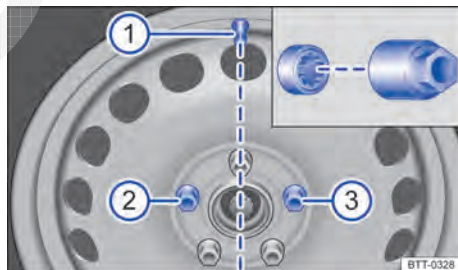

Fig. 257 Troca de roda: Válvula do pneu ① e locais de instalação do parafuso de roda antifurto ② ou ③.
Antes de colocar a calota integral, o parafuso de roda antifurto deve ser aparafusado na posição ⇒ Fig. 257 ② ou ⇒ Fig. 257 ③. Do contrário, a calota integral não pode ser montada.
A calota integral da roda deve ser pressionada sobre o aro de tal modo que o recorte da válvula se posicione sobre a válvula do pneu ⇒ Fig. 257 ①. Ao colocar a calota integral, atentar para que se encaixe com segurança em toda a circunferência. <
O parafuso de roda antifurto deve estar aparafusado em uma roda com calota integral na posição ⇒ Fig. 257 ② ou ③. Do contrário, a calota integral não pode ser montada.